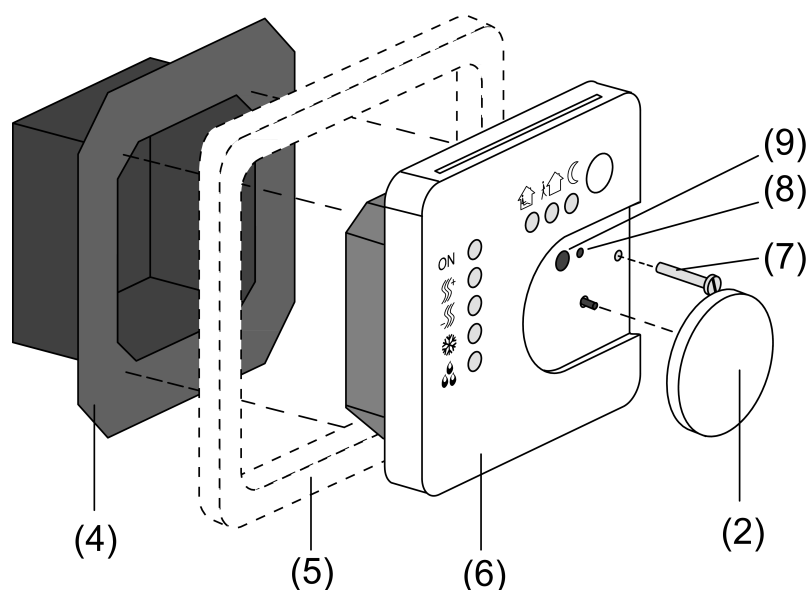
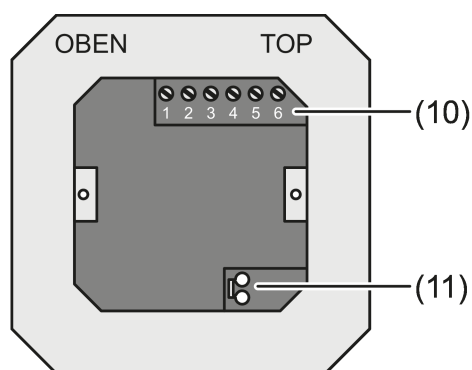
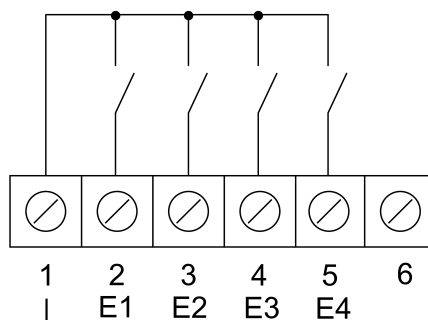
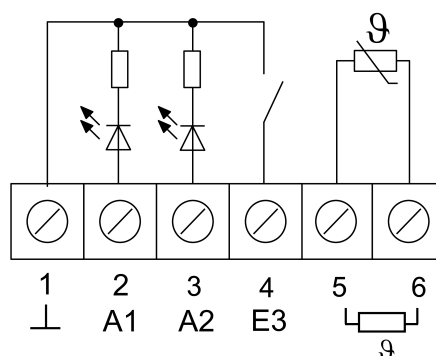

Figura 2: Struttura dell'apparecchio
Figura 3: Inserto morsetti
Figura 4: Collegamento ingressi binari
Figura 5: Collegamento uscite binarie
- (4) Inserto morsetti
- (5) Telaio di copertura
- (6) Modulo elettronico
- (7) Vite di sicurezza
- (8) LED di programmazione
- (9) Tasto di programmazione
- Staccare l'inserto morsetti (4) dal modulo elettronico (6) (Vedi figura 2).
- Collegare il cavo bus al morsetto di collegamento (11) nell'inserto morsetti (Vedi figura 3).
- Ingressi binari **E1...E4**: connettere i tasti o gli interruttori di chiusura o apertura dei contatti finestre ai morsetti 1 e 2...5 (Vedi figura 4) della morsettiera (10) (Vedi figura 3).
- Uscite binarie **A1...A2**: connettere i LED o i relè elettronici ai morsetti 1 e 2, 3 (Vedi figura 5) della morsettiera (10) (Vedi figura 3).
- Connettere la sonda di temperatura esterna ai morsetti **5** e **6** (Vedi figura 5) della morsettiera (10) (Vedi figura 3).
- Installare l'inserto morsetti (4) (Vedi figura 2) nella scatola apparecchi sotto intonaco. Fare attenzione scritta **OBEN / TOP**. La connessione bus (11) deve essere in basso a destra (Vedi figura 3).
- Applicare il telaio di copertura (5) sull'inserto morsetti (4).
- Posizionare correttamente il modulo elettronico (6) sull'inserto morsetti (4).
- Smontare la rotellina di regolazione (2).
- Fissare il modulo elettronico con la vite di sicurezza (7).
- Rimontare la rotellina di regolazione (2).
- Rimuovere la rotellina di regolazione (2) (Vedi figura 2).
- Premere il tasto programmazione (9).